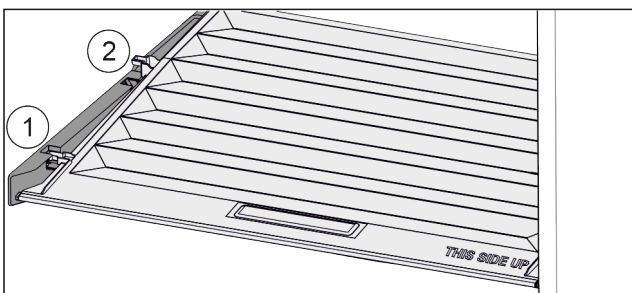

Fig. 84
- ▶ Издърпайте напред Fig. 84 (1) капака до отвора в задържащите части.
- ▶ Повдигнете го отзад отдолу и отстранете Fig. 84 (2) нагоре.